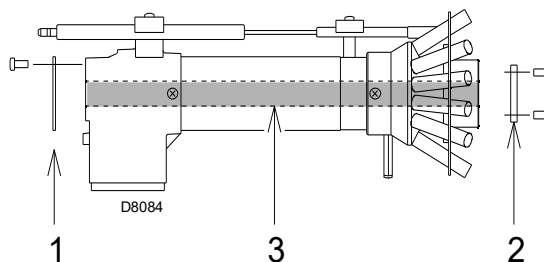

Fig. 19
- quitar el tubo interior 3)(Fig. 19) y montar los discos 1)-2) entregados de serie.